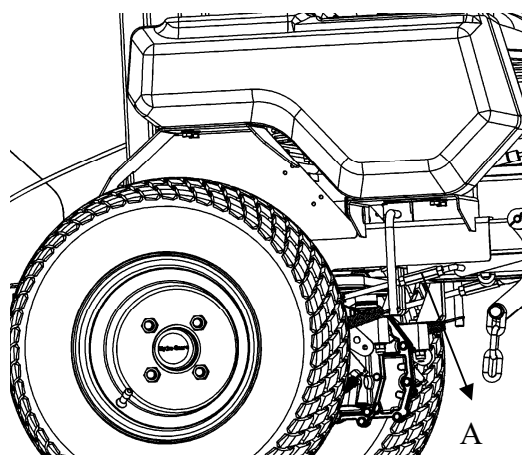

Fig. 21
- Se è necessario regolare la ruota destra, individuate la posizione A (vedi Fig. 21).